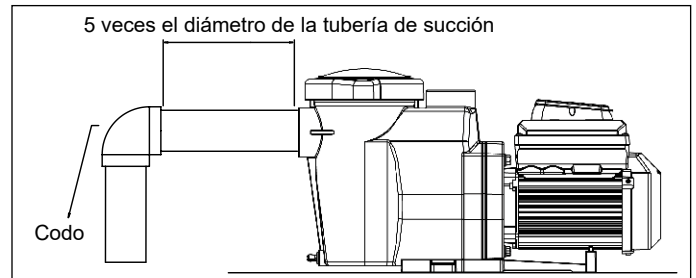

Figura 2
4. Para la mayoría de las instalaciones, siempre instale una válvula en las líneas de retorno y de succión de la bomba para que la bomba pueda aislarse durante el mantenimiento de la tubería. No obstante, también se recomienda que la válvula, el codo o la T instalados en la línea de succión no estén más cerca del frente de la bomba que cinco (5) veces el diámetro de la línea de succión. (Vea la Figura 2.)